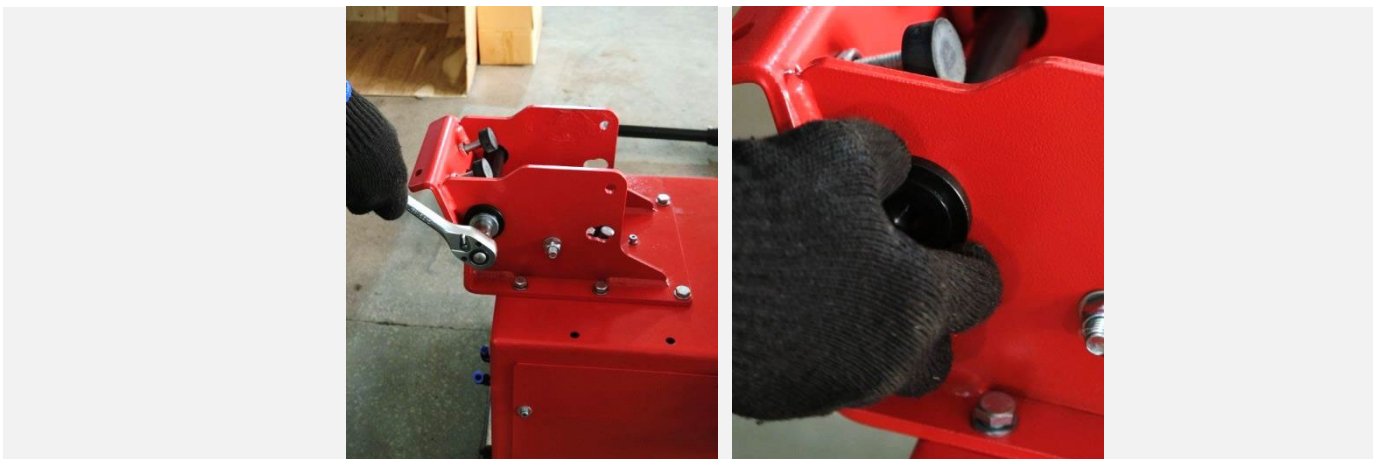

Рисунок 9
7.4.3 Снять с кронштейна ось колонны и ограничительную шпильку (см. Рисунок 9).